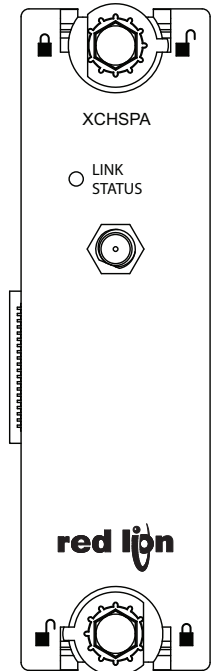

Abbildung 3.
3. Überprüfen Sie, dass die Optionskartenknöpfe sich in der "entsperrten" Position befinden, wie in Abbildung 3 angezeigt.